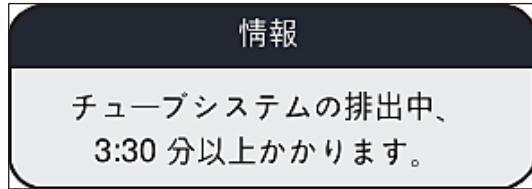

図 106
6. 画面にはオペレーターに作業時間を伝える情報メッセージ (→ 図 106) が表示されます。このメッセージはエアポンプの動作が終わり次第消えます。